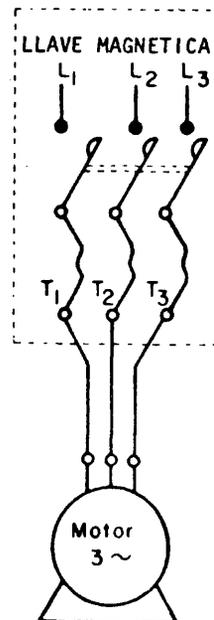

Fig. 1
- a Conecte los conductores de alimentación de la llave y los que van al motor (fig. 1).